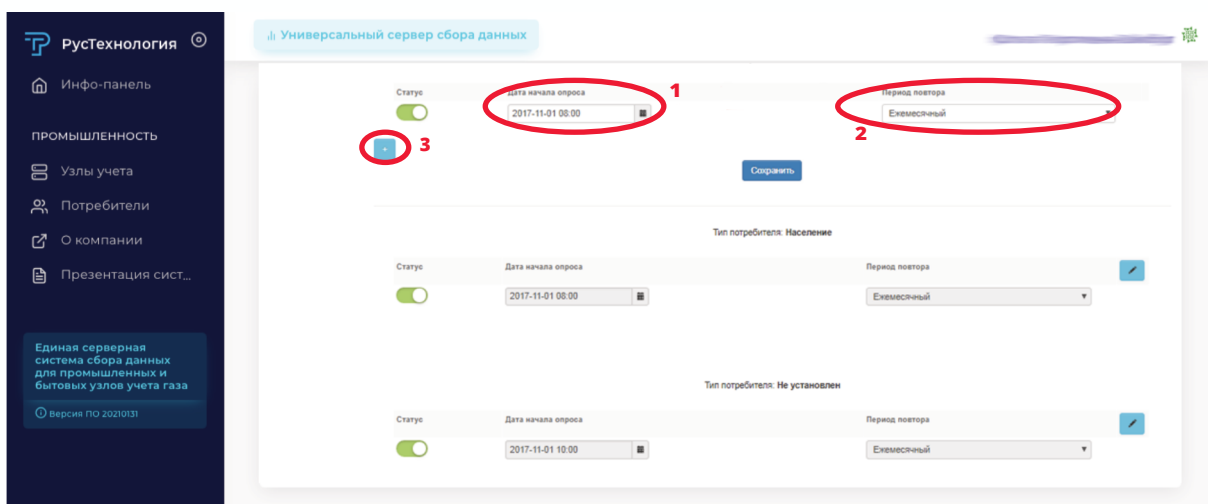

Рисунок 5.28 - Редактирования расписания опросов
Затем, используя календарь «Дата начала опроса» (1), задать дату и время начала действия расписания. В выпадающем списке «Период повтора», выбрать нужный тип расписания (2). Кнопкой «+» (3) можно добавить несколько расписания для данной категории блоков телеметрии (рисунок 5.28).